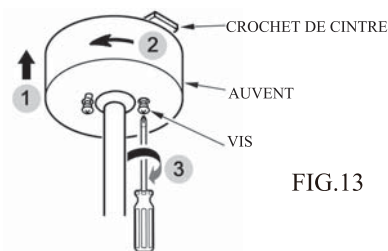

FIG.13
4. Montez la canopee sur la console de suspension et serrer zles vis.(Voir Fig. 13)